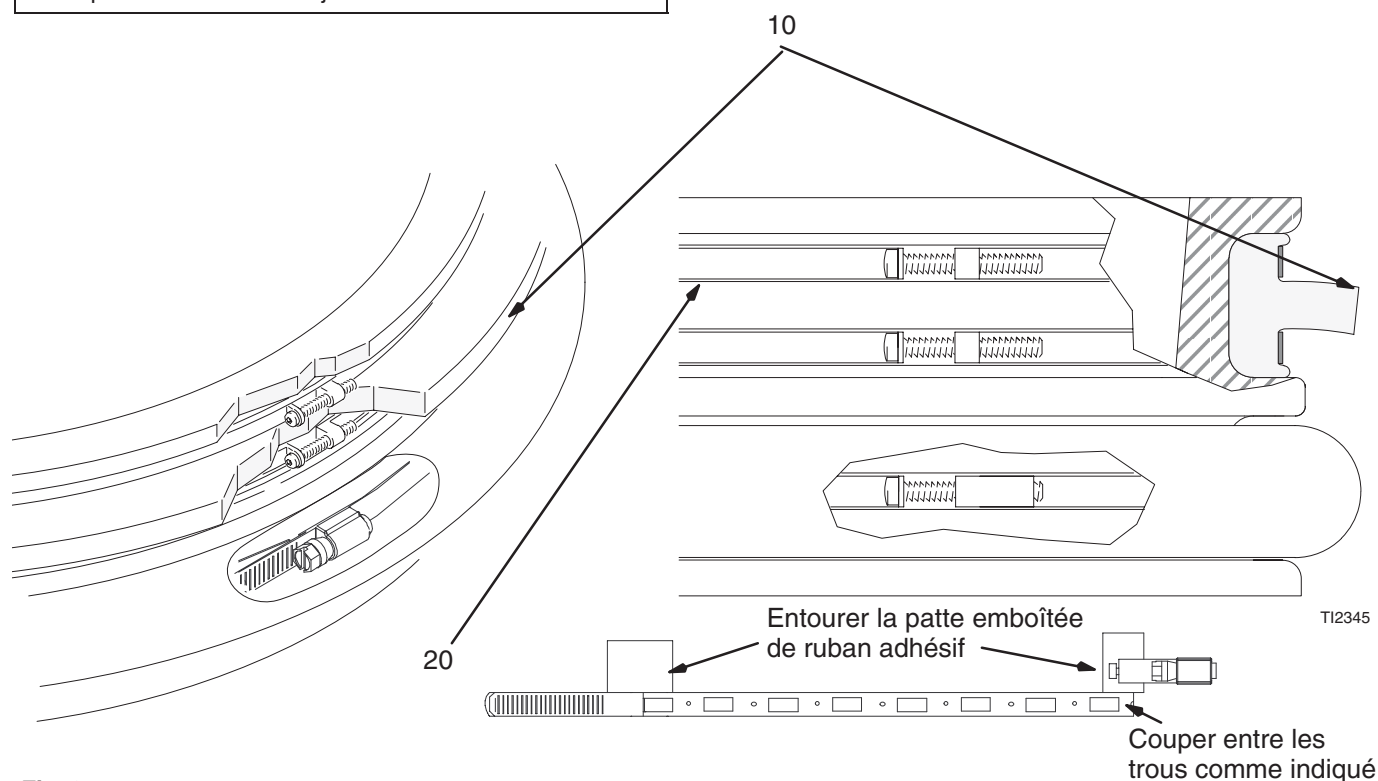

Fig. 2
1. Faire passer le racleur supérieur par dessus l'ensemble du plateau. Faire descendre le premier racleur (10) en le roulant vers la gorge du joint supérieur comme sur la Fig. 2.
2. Faire passer le premier feuillet supérieur (20) par dessus le joint racleur et le mettre dans la gorge supérieure.
6. Monter et couper le feuillet comme indiqué à la Fig. 2.